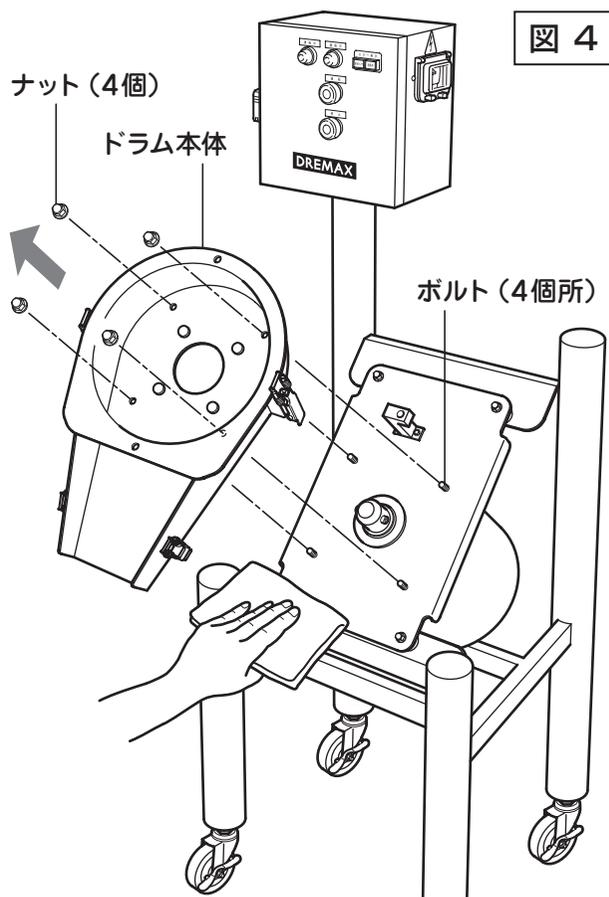

図 4
- 7 4個のナットをボックスドライバーなどではずし、ドラム本体を持ち上げて取り外してください。(図4)
- 8** 本体外装の汚れを乾いた布等できれいに拭き取ってください。(図4)
- ① 本体のボルト4個所にドラム本体の取付穴を合わせてセットし、ナットを締め付けます。(図4参照)